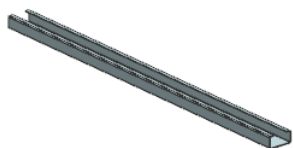
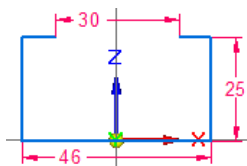

图 8.13.142 轮廓弯边特征 1
图 8.13.143 截面草图
Step2. 创建图 8.13.142 所示的轮廓弯边特征 1。
(1) 选择命令。单击“主页”功能选项卡“钣金”工具栏中的“轮廓弯边”按钮 .
(2) 定义特征的截面草图。选取前视图(XZ)平面作为草图平面，绘制图 8.13.143 所示的截面草图。